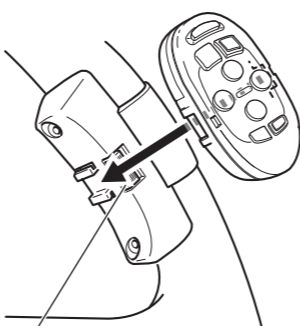

Fig. 18
4. Instale la unidad de control remoto en el sujetador. (Fig. 18)